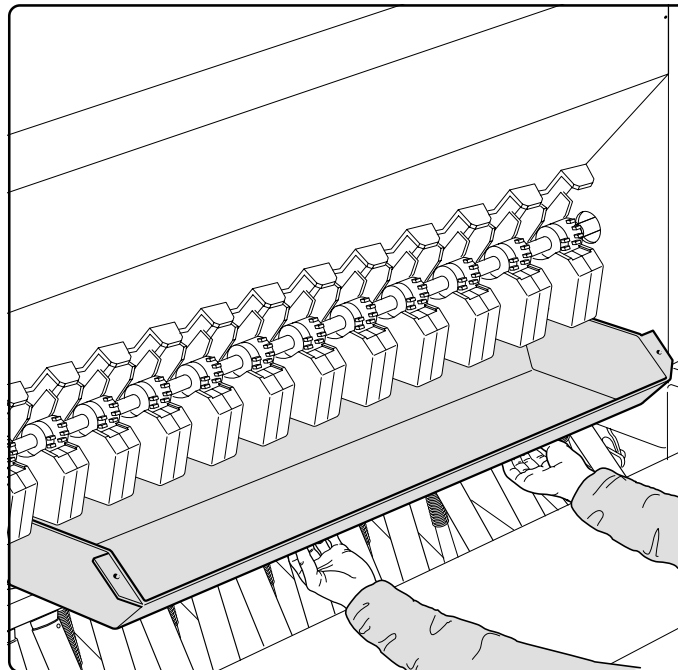

Fig. 34
- sganciare le vasche raccogli semi e posizionarle sotto le bocche di uscita semi (Fig. 34).
- Release the seed-holder tanks (Fig. 34) and position them beneath the seed discharge mouths.
- die Samenbehälter (Abb. 34) aushängen und sie unter die Samenausgangsstutzen stellen.
- décrocher les cuves à semences (Fig. 34), qui seront positionnées sous les goulots de sortie des graines
- desenganchar las cubas de recolección de las semillas (Fig. 34) y situarlas debajo de las bocas de salida de las semillas;